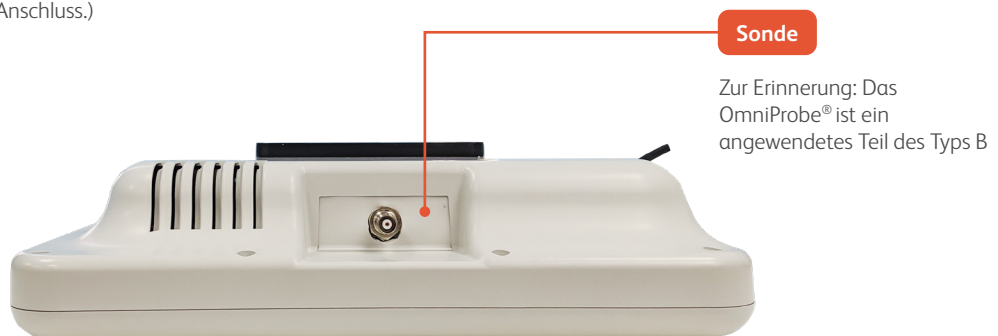

Abbildung 3 – Rechte Ansicht des C-Trak® Apollo
2.3 Ansicht rechts [Abbildung 3]